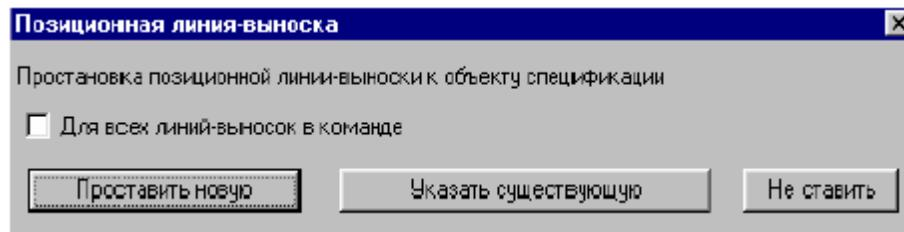

Рисунок 11.18 – Окно Позиционная линия-выноска
19. В появившемся окне запроса **Позиционная линия-выноска** нажмите кнопку указать существующую (рисунок 11.18). В ответ на запрос системы укажите позиционную линию-выноску, щелкните мышью в любой точке обозначения позиции элемента Болт-Гайка-Шайба на чертеже.